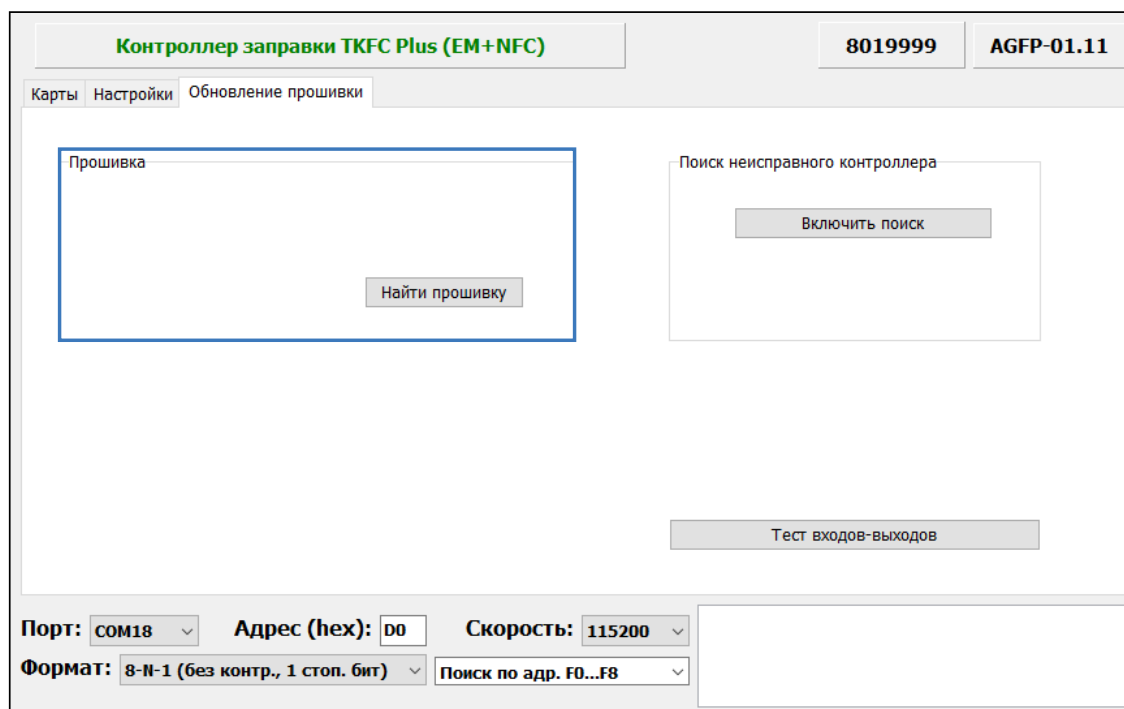

Рис.21. Обновление прошивки
- Перейдите на вкладку «Обновление прошивки» конфигуратора и нажмите кнопку «Найти прошивку» (**Рис.21**). После этого конфигуратор предложит выбрать нужный файл прошивки. Файл прошивки должен иметь расширение *.eraw*. Актуальную версию прошивки можно загрузить с официального форума ООО НПО «ТехноКом».